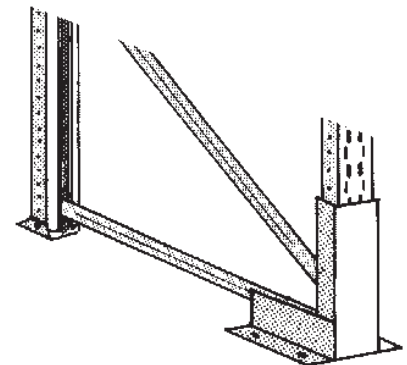

Abbildung 15
e) Die Regale müssen an ihren Eckbereichen und an Durchfahrten mit einem am Boden befestigten Rammenschutz gesichert werden (Abb. 15).